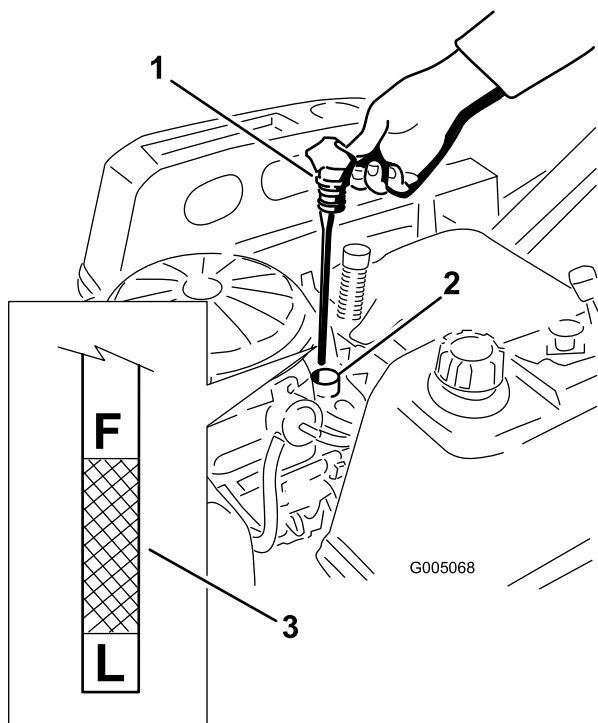
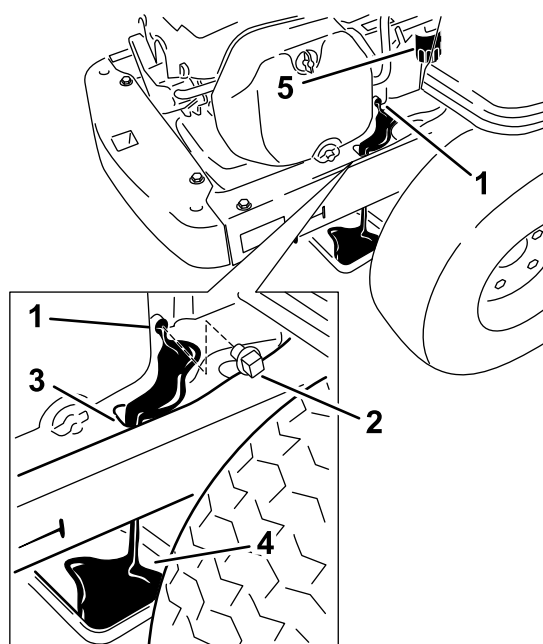

Figura 24
Figura 25
5. Rimuovete l'asta e controllate il livello dell'olio. (Figura 24).
5. Pulite l'area attorno al tappo di spurgo e sul telaio della macchina. Collocate un vassoio raccoglitore sotto la macchina direttamente sotto il foro di spurgo nel telaio, come indicato nella Figura 25.
6. Rimuovete il tappo di spurgo dell'olio (Figura 25). Togliete il tappo/asta del rabbocco dell'olio (Figura 24).
8. Rimuovete il vecchio filtro e pulite lo spessore di montaggio (Figura 25).
9. Una volta completato lo spurgo dell'olio, montate il tappo. Serrate il tappo a una coppia di 14 Nm. Tergete l'olio superfluo presente sul telaio (Figura 25).
13. Versate lentamente nel tubo di rifornimento (Figura 24) l'80% circa dell'olio indicato.
14. Montate il tappo dell'olio e l'asta di livello e spingete saldamente in sede (Figura 24).
15. Controllate il livello dell'olio (Figura 24); vedere Controllo del livello dell'olio.
17. Montate il tappo dell'olio e l'asta di livello e spingete saldamente in sede (Figura 24).